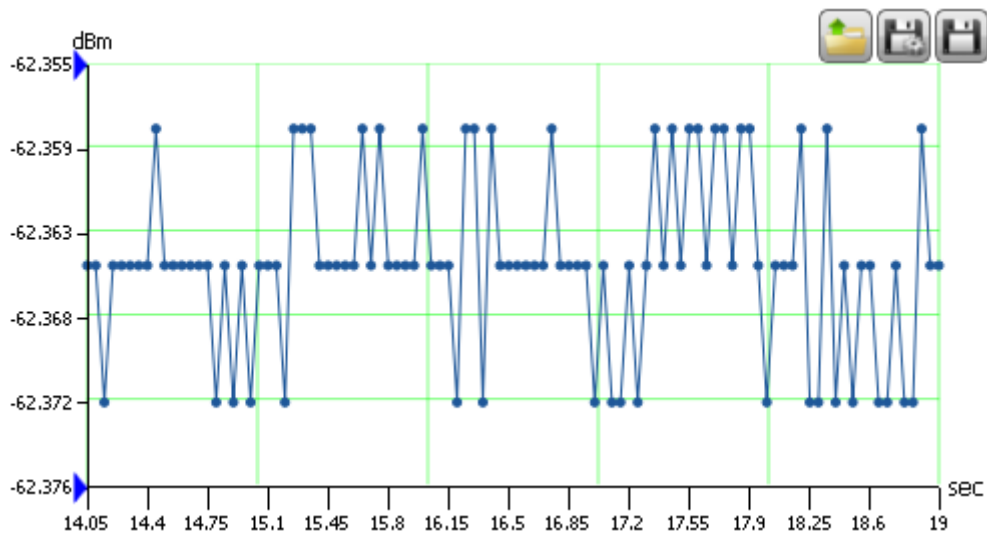

Рисунок 7.20 – Отображение поведения измеряемого сигнала в установленных маркерами границах изменения мощности
2.3 При использовании маркеров группы Setting Scale OY (установлена галочка), пользователь может устанавливать нижнюю и верхнюю границы отображаемого на графике диапазона мощностей (рисунок 7.20). Данные маркеры позволяют провести анализ импульса сложной формы, например, имеющего несколько ключевых уровней.